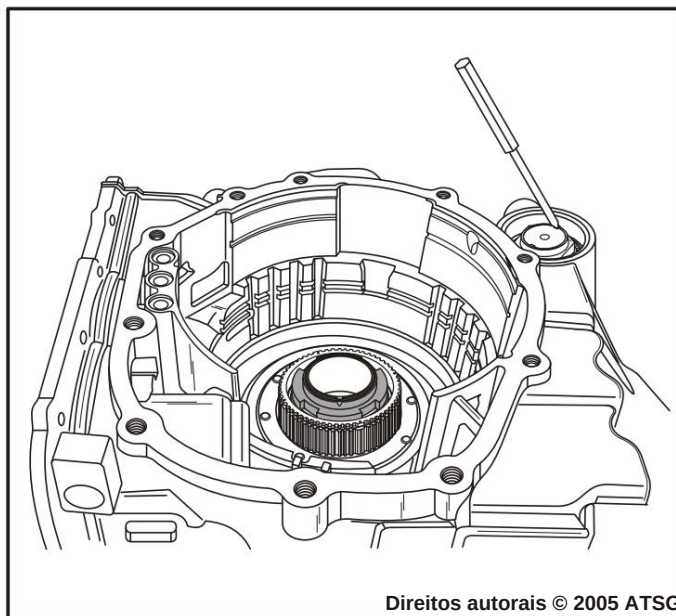

Figura 54
70. Utilizando um punção adequado, endireite as abas de travamento da contraporca do eixo do pinhão, conforme mostrado na Figura 54.